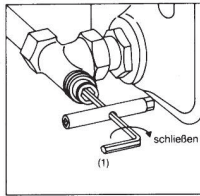

Bild 1
- 1.2 Ventilkugel mit dem Sechskantschlüssel SW 4 (1) durch Rechtsdrehen schließen (Bild 1).